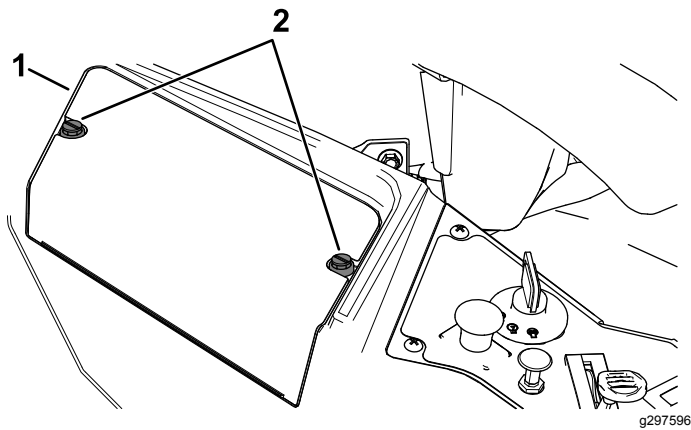

Figure 39
3. Desserrez les 2 fixations sur le couvercle de la batterie en les tournant de un quart de tour dans le sens antihoraire, et déposez le couvercle (Figure 39).
6. Reposez le couvercle de la batterie en appuyant dessus et en serrant les 2 fixations dans le sens horaire (Figure 39).